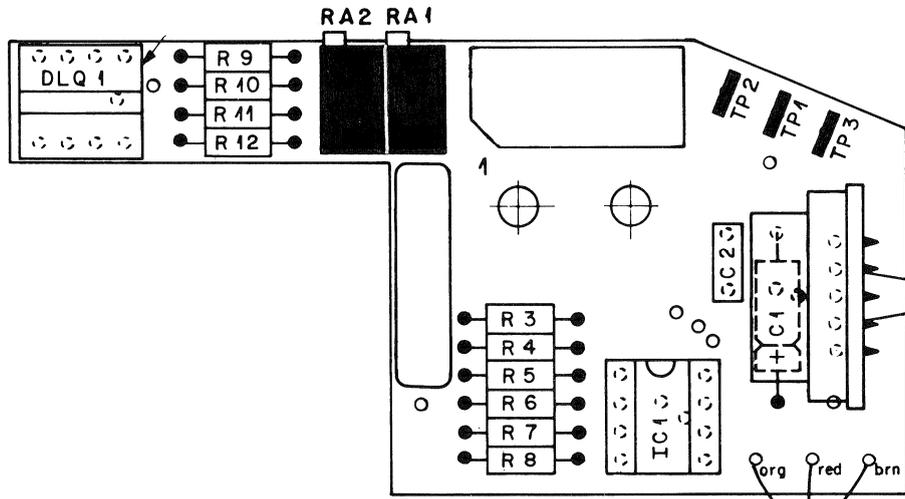

Fig. 14 Cue Sensor Board 1.820.765
- Oszilloskop an TP1 resp. TP2, GND an TP3 des CUE SENSOR BOARD 1.820.765 anschliessen, Fig. 14.